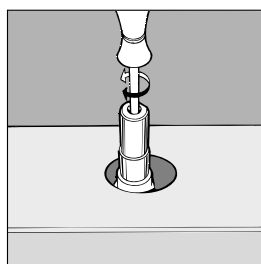

fig.8
- enlevez la manette du robinet et effectuez le réglage au moyen de la vis de réglage située à l'intérieur de la tige du robinet (fig.8) en utilisant un tournevis (en dévissant la vis le minimum augmente, tandis qu'en la vissant il diminue).